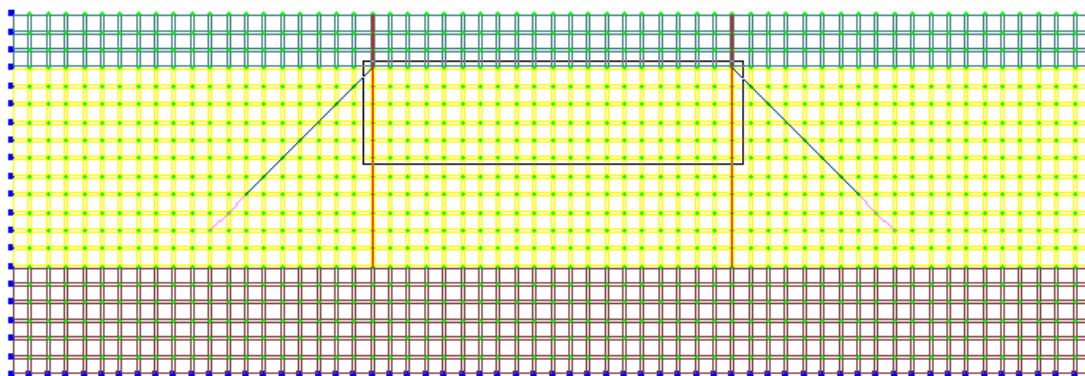

Рис.10.24. Выделение элементов 2-го слоя основания внутри ограждения
- С помощью курсора выделите 5 верхних рядов элементов 2-го слоя основания внутри элементов ограждения (рис.10.24).